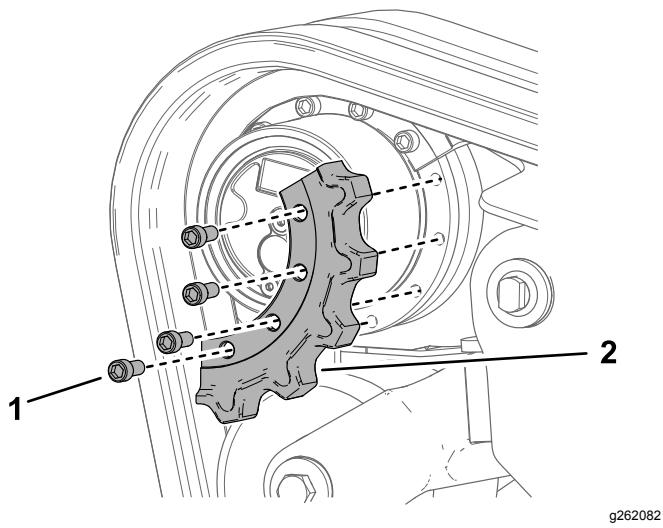

Figura 72
- 1. Tornillo (4)
12. Retire el segmento del piñón (Figura 72).
6. Aplique fijador de roscas a los pernos de uno de los segmentos del piñón de arrastre que retiró e instale el segmento del piñón (Figura 72). Apriete los pernos a 247–301 N·m (182–222 pies-libra).